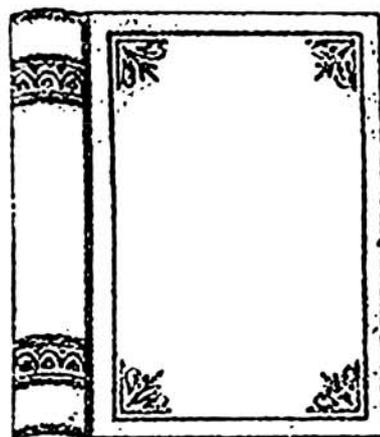

Рис. 62. Образец переплетной крышки с тиснением
**Тиснение.** Полная отделка переплетных крышек включает отпечатку на крышках и на корешке основных сведений о книге (автор, название и т. п.), а также украшение крышек и корешка тиснением рамок, полосок, углов, вишенок, силуэтов и т. п. (рис. 62).